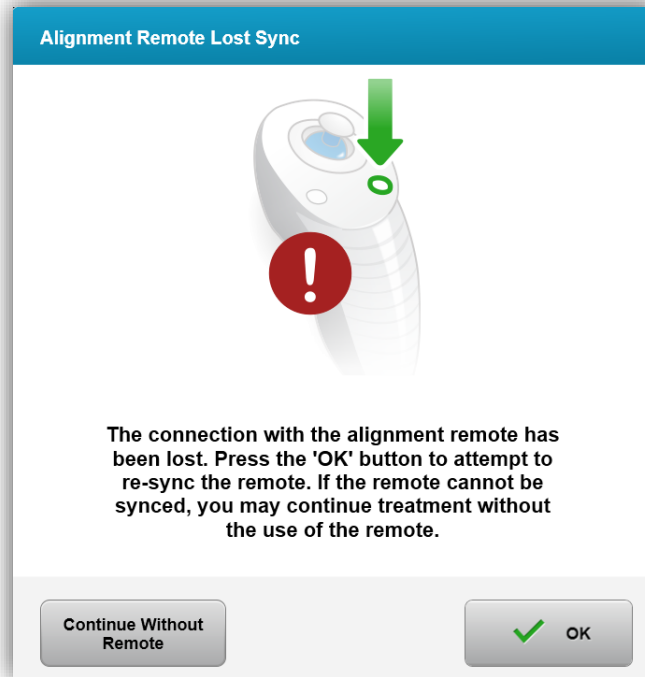

Figura 3-20. Tempo scaduto per la sincronizzazione
- Se il pulsante di sincronizzazione non viene premuto entro l'intervallo di 15 secondi, lo schermo visualizza il messaggio "Alignment Remote Lost Sync" (Sincronizzazione con il telecomando di allineamento persa), come mostrato nella Figura 3-20.